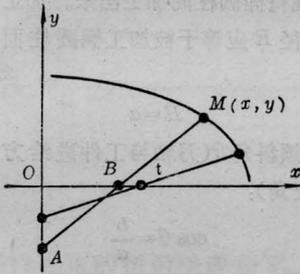
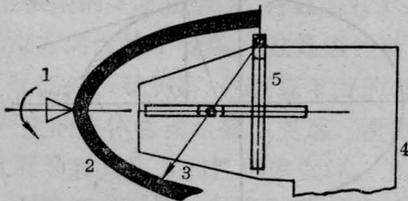

图 1
图 2
1. 椭球腔的加工可分全球与半球两种情况。加工半球腔，可按图1，运用卡尔当机构，装法如图2，把坯料夹在普通车床的夹头上，固定拖板，把卡尔当机构，拧紧在刀架上，手动或机动转架，实现进刀。